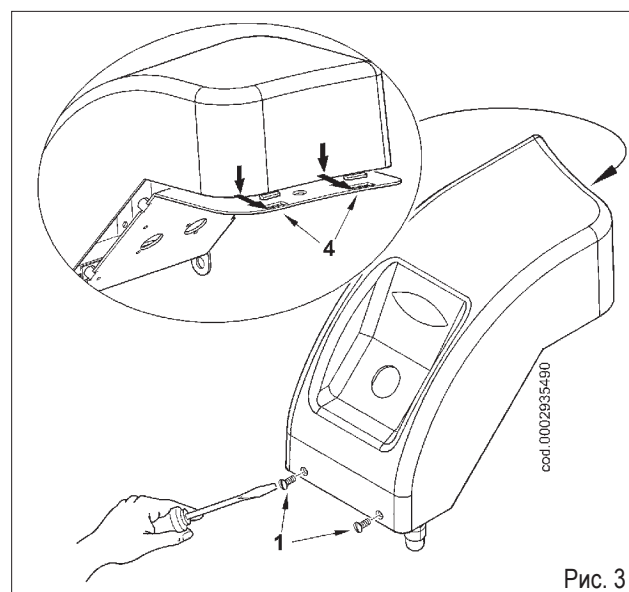

Рис. 3
- 3) Закрыть крышку, стараясь правильно разместить два крюка (4) в соответствующих гнездах (рис. 3).